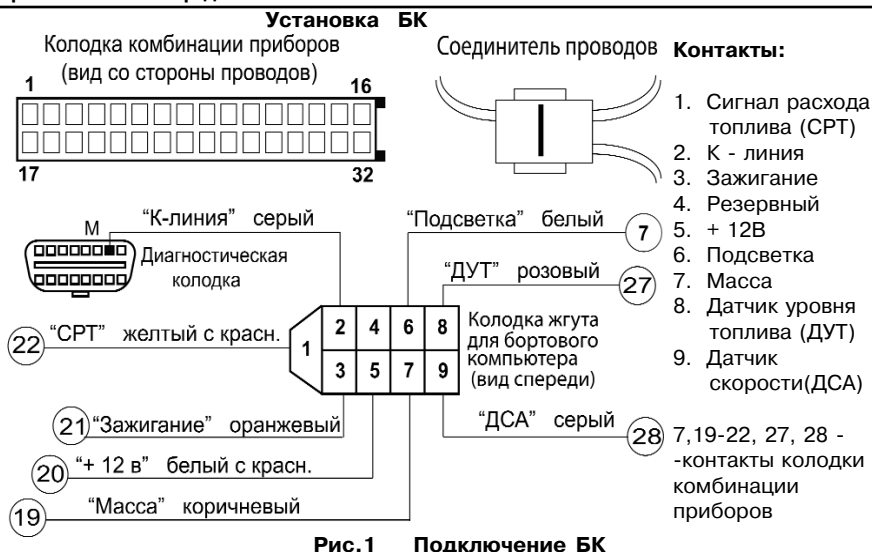

Рис. 1 Подключение БК
- 3.Снять заглушку туннеля пола. Протянуть серый провод К-линии жгута БК к диагностической колодке, находящейся под заглушкой туннеля пола, и подключить его согласно рис. 1.
- 4.Соединителями проводов (входят в комплект) подключить провода жгута БК к проводам жгута колодки комбинации приборов согласно цветовой маркировке (рис.1).